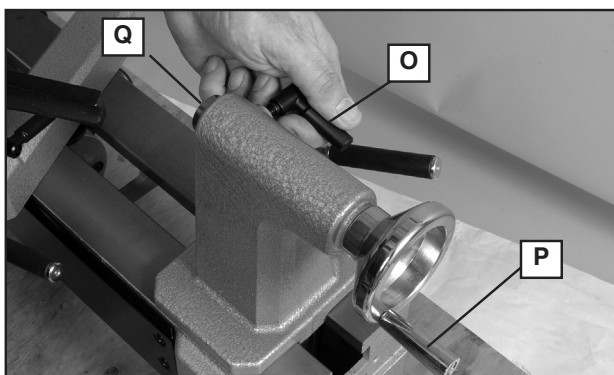
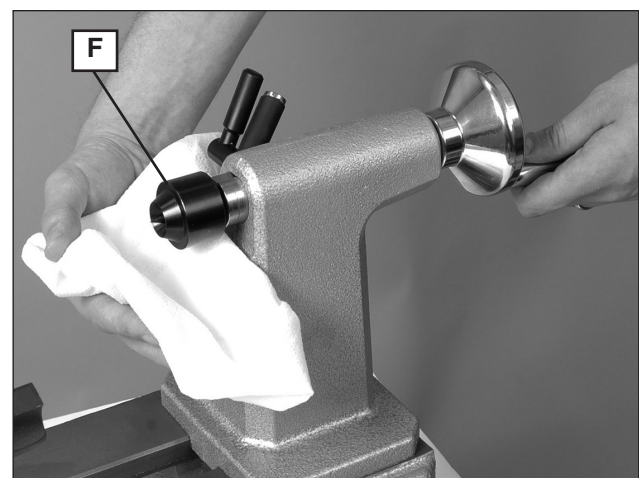

Fig. 8
Fig. 9
Desserrer la vis (O) de blocage du fourreau de la poupée mobile, fig. 8. Tourner la manivelle (P) de la poupée mobile de trois tours complets dans le sens horaire pour faire avancer le fourreau (Q). Puis, bien ajuster la pointe d'entraînement (F), fig. 9, dans le fourreau. La vis (O) de blocage du fourreau de la poupée mobile, fig. 8, sera serrée après le montage de la pièce à tourner, sur le tour.
Pour éjecter la pointe d'entraînement (F), fig. 9, tourner la manivelle (P) de la poupée mobile, fig. 8, dans le sens antihoraire pour faire reculer le fourreau. Avec le dégagement du fourreau, la pointe d'entraînement touche une goupille d'éjection interne. À ce moment, la manivelle sera plus difficile à tourner. Tourner au-delà de ce point et la pointe d'entraînement se desserrera et se retirera alors facilement.